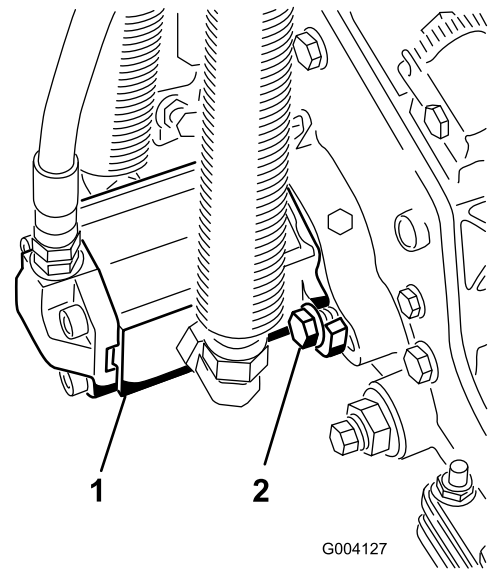

Bild 20
16. Montieren Sie den Motor; drehen Sie ihn nach rechts, damit die Motorflansche nicht die Schrauben berühren (Bild 20). Drehen Sie den Motor nach links, bis die Flansche die Schrauben umgeben. Ziehen Sie die Schrauben dann an.